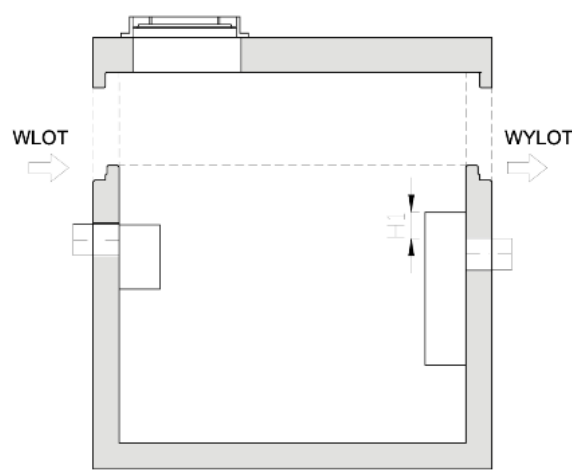

Fig. 1.19 EST-fettavskiljare
- b) Skiljeväggen (utlopp) ska fästas på tankväggen så att dess övre kant ligger H1 (Tab.1.2) ovanför utloppsrörets kant (fig.1.19). Montage till tankväggen med hjälp av ringformiga expansionsbultar. M8x80 (t ex PSR, Throughbolt eller motsvarande).